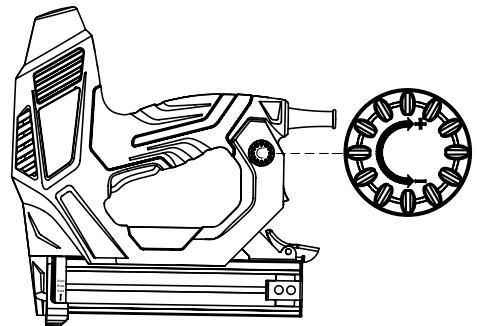

Fig. 6 – Ajuste de impacto
A través del botón de ajuste de impacto (8) es posible ajustar el nivel de impacto de la grapadora/clavadora. Para el uso en materiales más finos y leves como láminas y tejidos, gire el botón de ajuste de impacto (8) para el símbolo “-”, ajustando el nivel de impacto ideal para el material, conforme Fig. 6. Ya para materiales más gruesos y más duros, gire el botón de ajuste de impacto (8) hasta el símbolo “+”, ajustando el nivel de impacto ideal para el material, conforme Fig. 6. Haga pruebas antes del uso para ajustar el nivel ideal de impacto.